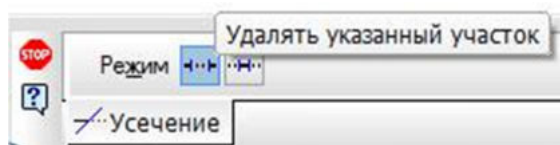

Рис. 7
□ кнопка переключения  – **Редактирование**, команда  – **Усечь кривую**. Усекать можно любые геометрические объекты, рассмотренные ранее, за исключением вспомогательных прямых. По умолчанию удаляется тот участок кривой, который указан курсором. При этом на панели **Свойств** активен переключатель **Удалять указанный участок** (рис. 7);